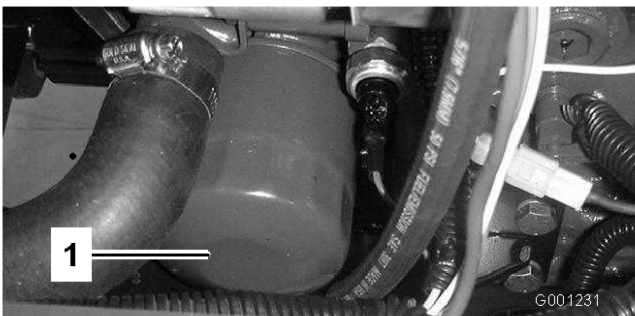

Figure 49
6. Retirez et remplacez le filtre à huile (Figure 49).